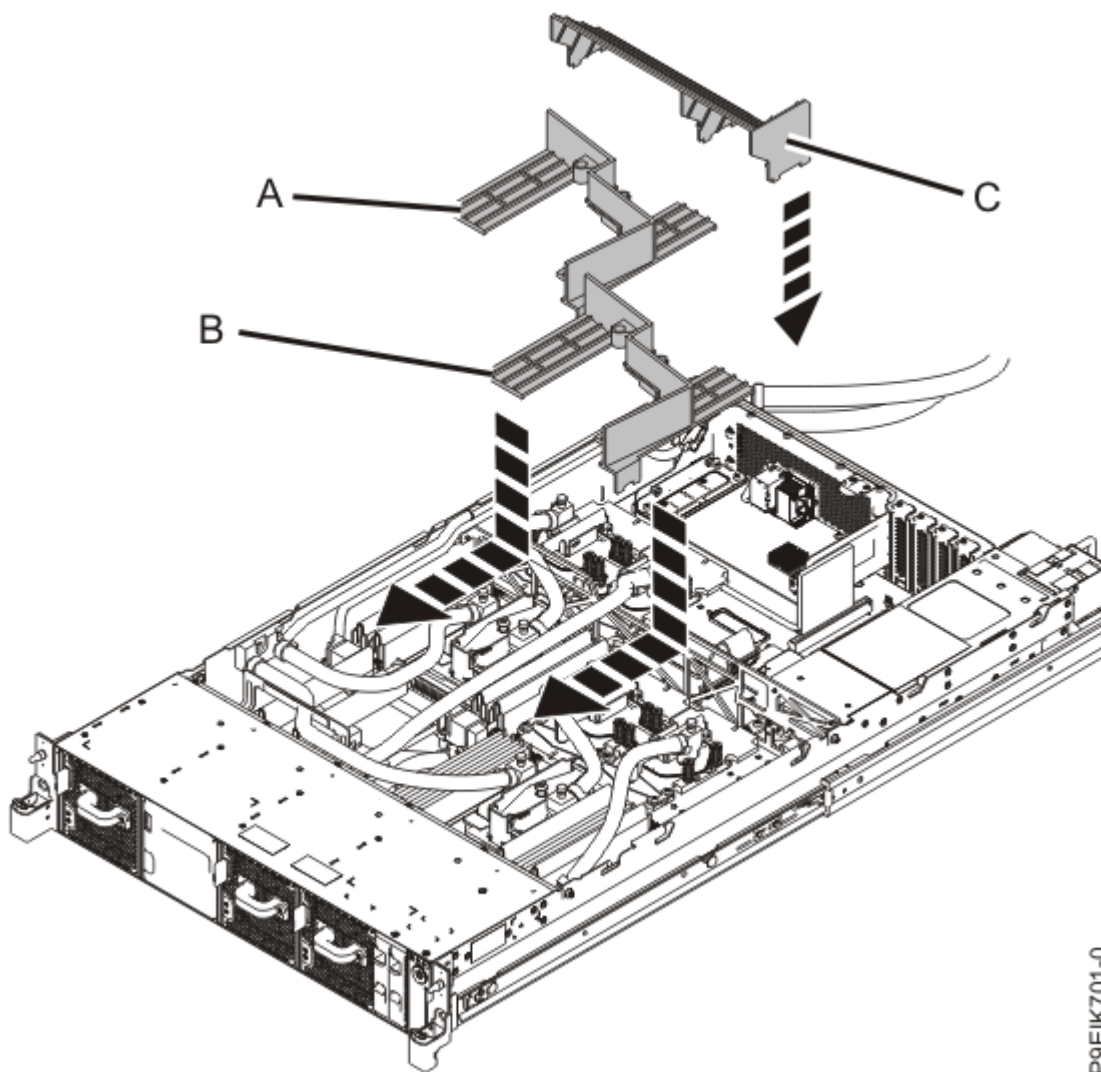

Figura 62. Sustitución de los deflectores de aire
15. Vuelva a colocar deflectores de aire **(A)**, **(B)** y **(C)**, tal como se muestra en la Figura 62 en la página 64.